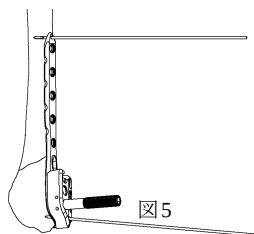

図5
- 骨折線をまたいでプレートを設置し、1.3 ガイドピンにて仮固定します。（図5）